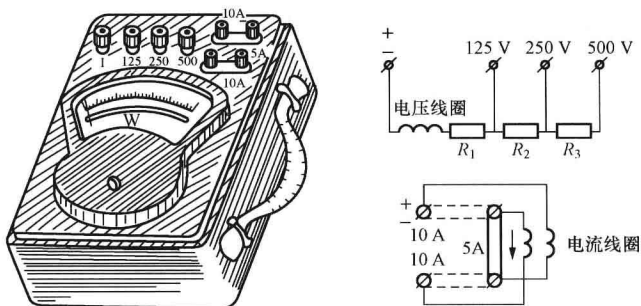

图 1-14 单相电功率表
- 3) 如图 1-14 所示,有 4 个接线柱,即 2 个电流端子、2 个电压端子。